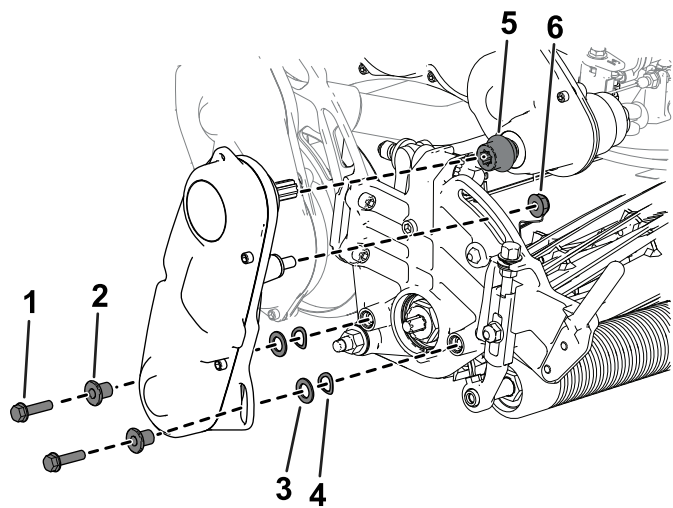

Figura 49
3. Remova o conjunto da transmissão do cilindro da unidade de corte (Figura 49) e guarde as ferragens.